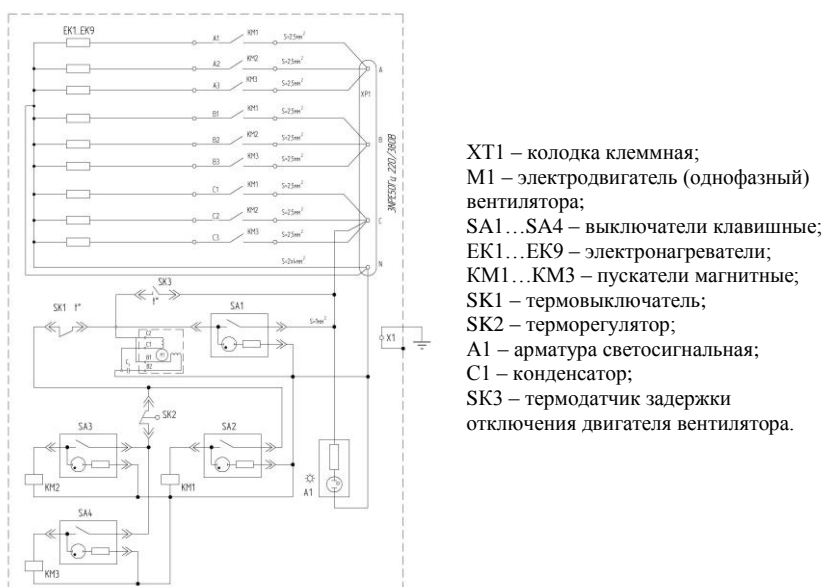
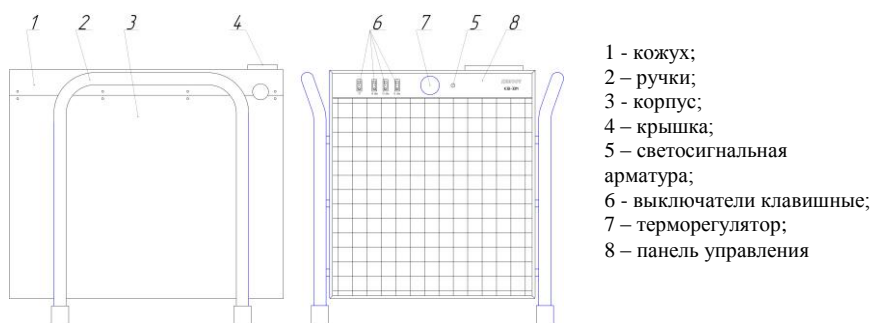

Рис.1 Схема электрическая принципиальная
Рис.2 Электрокалорифер КЭВ-30М
5.1. Калорифер состоит (см. рис.2) из корпуса с панелью управления 8, внутри корпуса установлены оребренные трубчатые электронагреватели (ТЭНР), двигатель с вентилятором. Калорифер для защиты от перегрева снабжен термовыключателем SK1 (см. рис.1). Управление производится четырьмя выключателями. При включении первого выключателя слева работает только вентилятор. При включении второго выключателя работает одна группа ТЭНР, что соответствует мощности 10 кВт. Третий и четвертый выключатели добавляют ступени мощности по 10 кВт каждая. Без включения вентилятора запуск ступеней нагрева невозможен. Калорифер имеет терморегулятор SK2, что позволяет автоматически поддерживать в помещении заданный температурный режим. Электрическая схема приведена на рис.1.
5.3. Для обеспечения снятия остаточного тепла с нагревателей по окончании работы при отключении всех выключателей на пульте управления (см. рис.2) применен датчик задержки SK3 (см. рис.1), обеспечивающий продолжение работы двигателя вентилятора (5 ± 2) мин с автоматическим отключением.
6.9. При отключении калорифера необходимо выключить все клавишные выключатели (см. рис.2). Двигатель вентилятора будет автоматически продолжать работать в течение (5±2) мин для снятия остаточного тока с нагревателей. Не отключайте электрокалорифер входным автоматическим выключателем, так как в этом случае двигатель вентилятора не будет работать и остаточное тепло с нагревателя не будет сниматься.